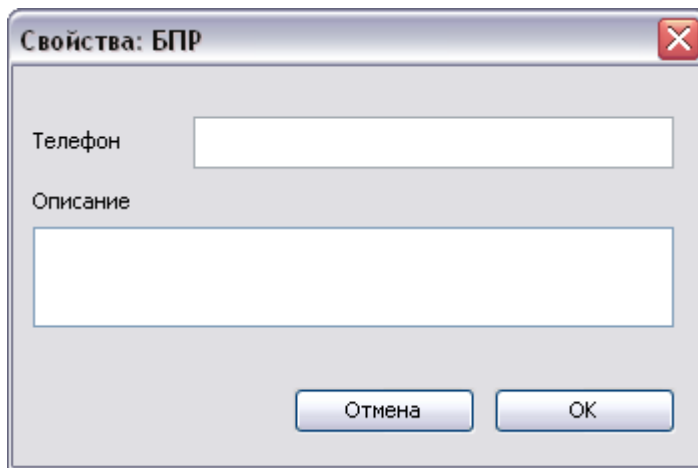

Рисунок 42 – Окно параметров БПР
- далее в открывшемся окне «Свойства: БПР» занести текстовое описание БПР (при необходимости) и номер телефона, по которому должна обеспечиваться связь между пультом комплекса и рассматриваемым БПР, после чего нажать кнопку «ОК» для записи описания БПР в базу данных или кнопку «Отмена» для выхода из формы без записи параметров БПР, см. рисунок 42;